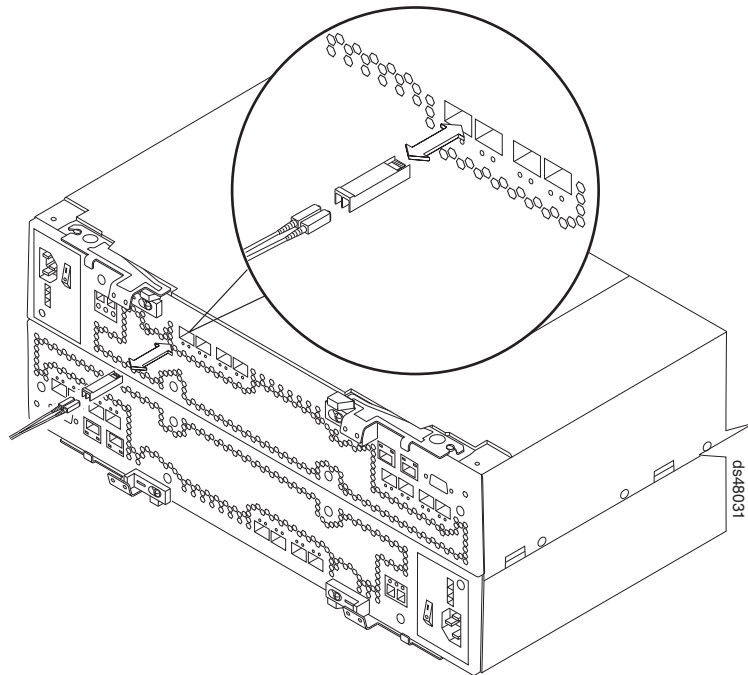

図 102. SFP モジュールの交換
6. インターフェース・ケーブルを SFP モジュールから切り離します。(196 ページの図 102 に、SFP モジュール、インターフェース・ケーブル、およびコント